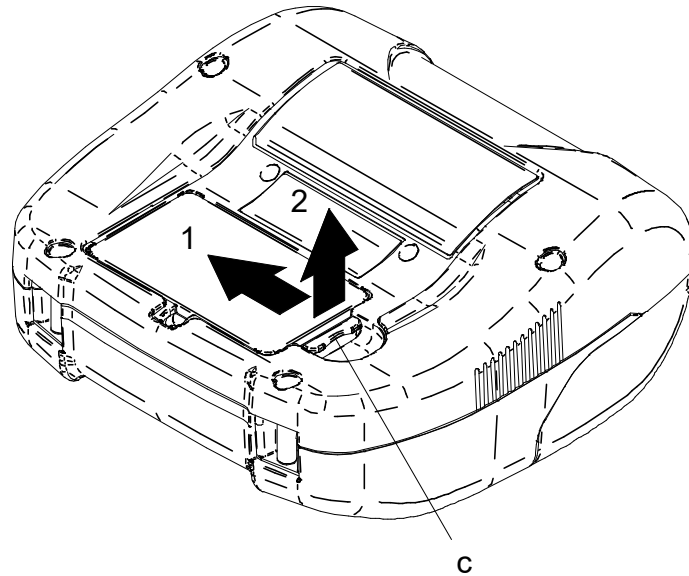

Abbildung 8-4 Entnehmen des Akkupakets
- (1) Schalten Sie den Drucker aus.
- (2) Drücken Sie wie in Abbildung 8-4 gezeigt den Hebel „c“ des Akkupakets in Richtung von Pfeil 1 und entnehmen Sie den Akku, indem Sie ihn in Richtung von Pfeil 2 nach oben ziehen.